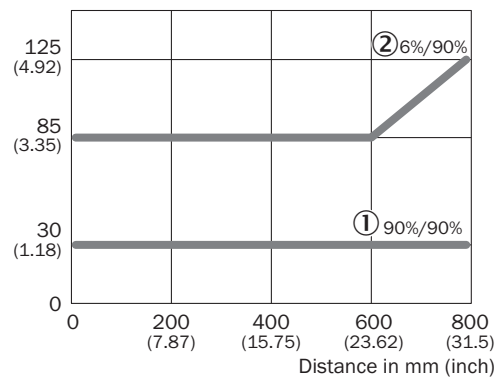

Figura 32: Distanza minima dell'oggetto rispetto allo sfondo
5. Distanza di lavoro e distanza dall'oggetto e rispetto della capacità di riflessione dell'oggetto. v. figura 32, pagina 90